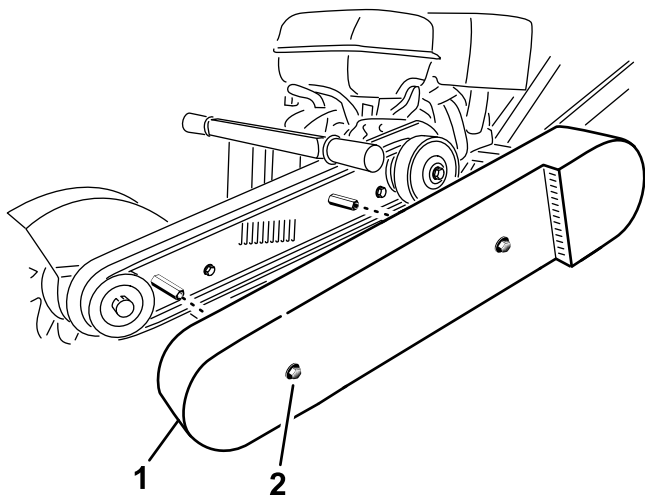

Bild 24
3. Lösen Sie die zwei Schrauben, mit denen die Riemenschutzvorrichtung an der Maschine befestigt ist, bis Sie die Riemenschutzvorrichtung abnehmen können (Bild 24).
1. Riemenschutzvorrichtung 2. Schraube und Scheibe (2)
4. Nehmen Sie die Riemenschutzvorrichtung ab (Bild 24).